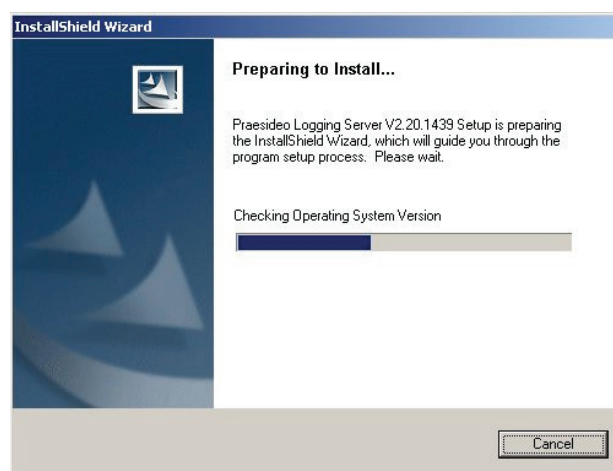

Abb. 56.1: Setup des Protokollierungs-Servers
- 3 Klicken Sie auf der Schaltfläche *Open*, um das Setup-Programm des *Logging Server* zu starten. Es erscheint ein Bildschirm, der dem in Abb. 56.1 ähnelt.